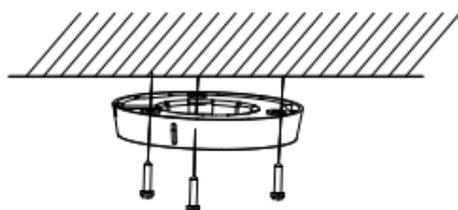

图3-3 固定底座
**步骤3** 对齐安装贴纸与摄像机底座的孔位，使用3颗PA4\*25螺丝固定底座，如图3-3所示。